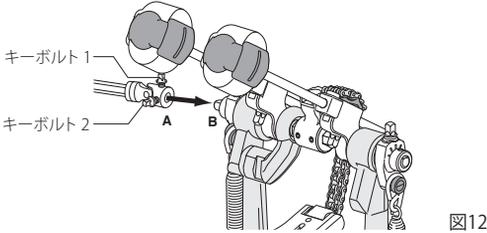

図12
メインペダルの左側にある接続部(突起部) (B)にドライブシャフトのジョイント部(A)を接続します(図12)。チューニングキーで2つのキーボルトを平らな面(キーボルト1)、側面(キーボルト2)の順番でしっかりと締めて固定してください。サブペダルも同様にドライブシャフトを接続します(図13)。その際、接続部の突起部(B)の平らな面が上にくるように六角シャフトを回転してください。